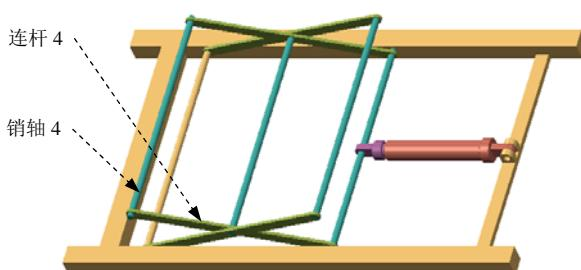

图 3.17.50 装配连杆 4
Step6. 单击操控板中的 **√** 按钮，完成元件的复制与连接，如图 3.17.50 所示。